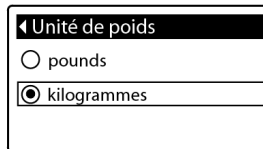

FIG.48
5. Appuyez sur SELECT (O) pour afficher le menu Unités de poids (Figure 48).
6. Si un point noir figure déjà en face de l'unité de poids souhaitée (Figure 48), passez à l'étape 7. Sinon, appuyez sur DESCENDRE (▼) ou MONTER (▲) pour parcourir jusqu'à l'unité de poids souhaitée, puis appuyez sur SELECT (O) pour valider votre sélection.
7. Appuyez sur SELECT (O). L'affichage reviendra au menu Préférences de l'utilisateur.